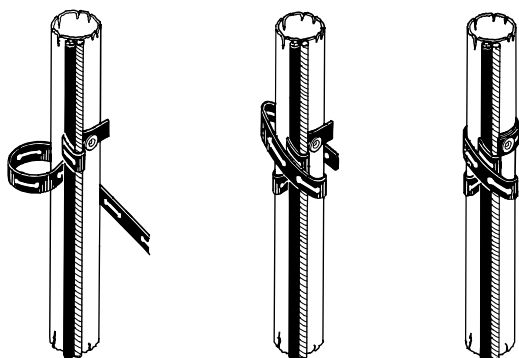

Fig. 12
**Montage du câble:** Couper la bande en caoutchouc pour que la pièce sans encoche devienne aussi longue que possible. Mettre le bouton dans la première encoche. Placer l'élingue le long du câble immergé, fig. 12.